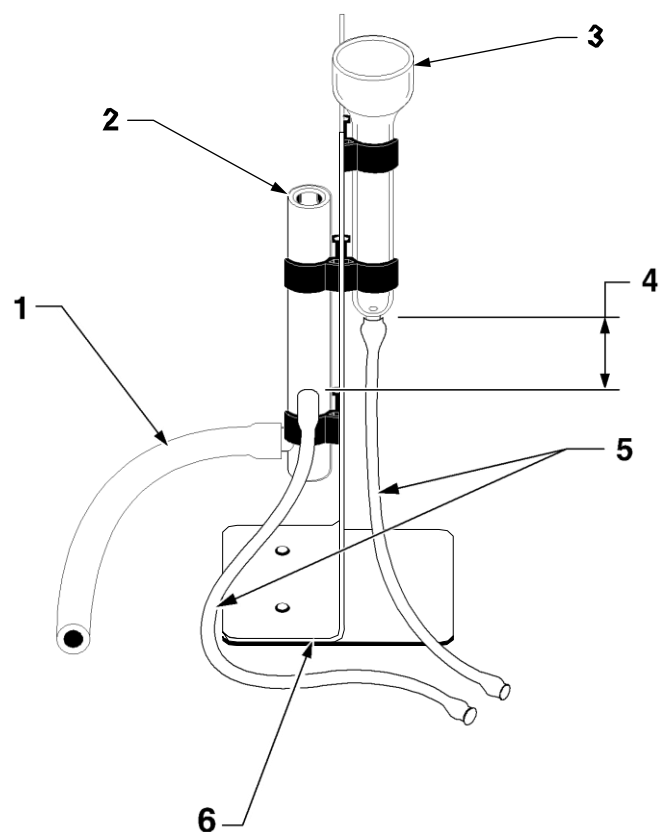
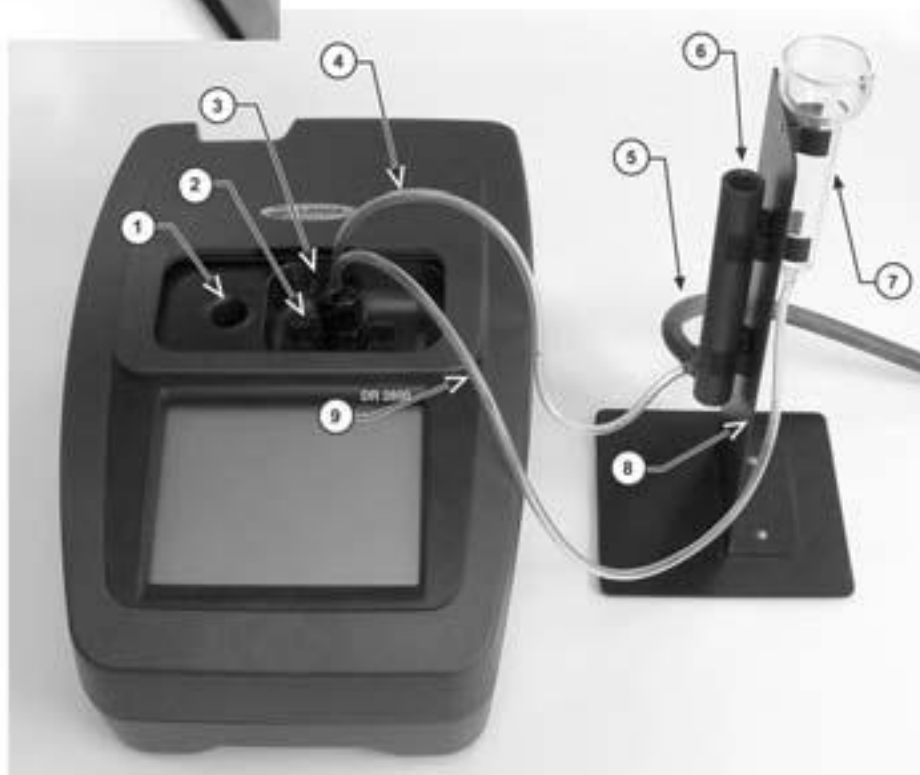

Рисунок 17. Стандартная сборка Pour-Thru
Рисунок 18. Установка набора ячейки Pour-Thru
Достаньте ячейку Pour-Thru модуля из транспортной упаковки и осмотрите на предмет повреждений. Набор модуля Pour-Thru включает (см. Рисунок 17, Pour-Thru борная стойка на с. 112 и Рисунок 18. Установка комплекта ячейки Pour-Thru на с. 123):
1. Соедините впускную трубу ячейки к фитингу сверху стеклянной воронки и зажмите стеклянную воронку к стойке, см. Рисунок 18. Установка комплекта ячейки Pour-Thru на с. 123.
3. Соедините дренажную трубу (черную резиновую трубу) с нижним фитингом водонапорной трубы и зажмите водонапорную трубу на стойке, см. Рисунок 18. Установка комплекта ячейки Pour-Thru на с. 123. Свободный конец резиновой трубы должен быть подсоединен к соответствующему сточному сосуду.